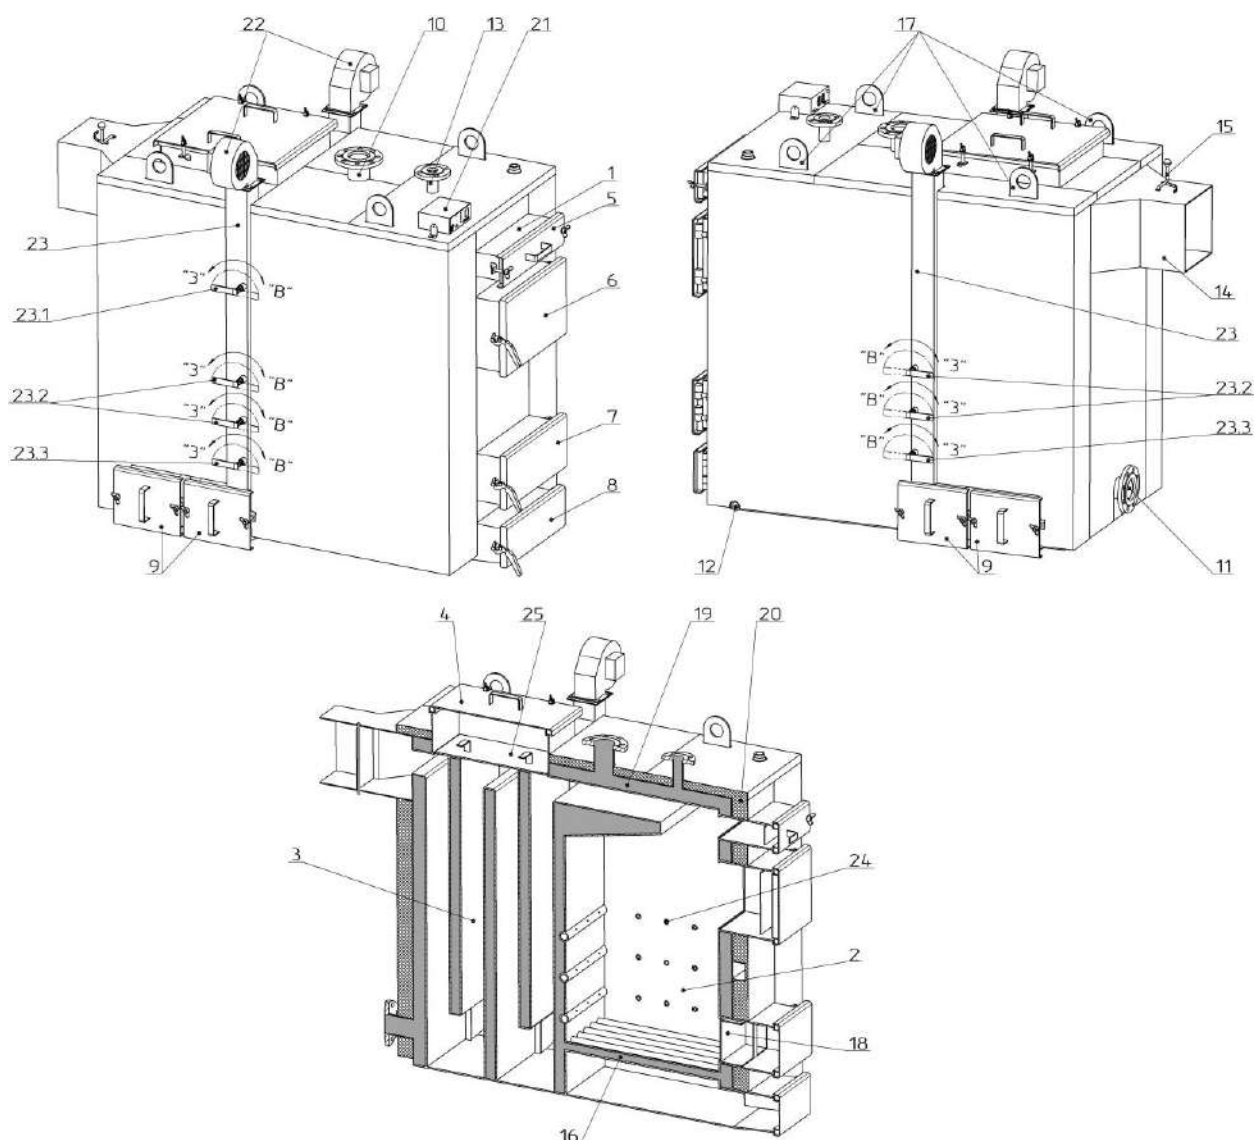

Рисунок 2 - Внешний вид и основные элементы котла
Конструктивно котел представляет собой сборно-сварную конструкцию, состоящую из корпуса (поз. 1, рис. 2) с камерой сгорания (топкой) (поз. 2, рис. 2). Конвекционная часть котла состоит из комбинированного пятиходового теплообменника (поз. 3, рис. 2) - горизонтальной (верхней) полки и четырех вертикальных колодцев.
Корпус котла выполнен в форме параллелепипеда с двойными стенками, которые разделены водными перегородками (поз. 19, рис. 2). На наружной поверхности корпуса под декоративной обшивкой закреплена тепловая изоляция. (Поз. 20, рис. 2).
Топливо для процесса сжигания загружается на колосниковую решетку (поз. 16, рис. 2) через загрузочные дверцы (поз. 6, рис. 2). Колосниковая решетка выполнена из толстостенных бесшовных труб по которым постоянно циркулирует вода из водяной оболочки котла, что делает невозможным их прогорание. Сгорание топлива в топке происходит с участием воздуха, поставляемого по двум каналам подачи воздуха (правым и левым) (поз. 23, рис. 2) приточный вентилятор (поз. 22, рис. 2). Количество воздуха, необходимое для процесса сгорания, регулируется автоматически блоком автоматики управления (поз. 21, рис. 2).
Подводы и отводы теплоносителя осуществляется соответственно через патрубки обратной сетевой воды (поз. 11, рис. 2) и прямой сетевой воды (поз. 10, рис. 2).
Топочные газы выходят в дымоход через боров (поз. 14, рис. 2), расположенный в задней части котла. Боров обустроен встроенным дроссельным клапаном продуктов сгорания - шибером (поз. 15, рис. 2). В случае слишком высокой тяги в дымоходе шибер позволяет ее снизить путем частичного перекрытия выходного отверстия борова.
В верхней части корпуса котла расположен патрубок (в котле 400 кВт - два одинаковых патрубка) для установки предохранительного клапана (поз. 13, рис. 2).
На боковой стенке корпуса в нижней ее части размещен штуцер для слива воды из котла (поз. 12, рис. 2).
Для проведения погрузочно-разгрузочных работ с котлом, в верхней части предусмотрены такелажные элементы (поз. 17, рис. 2).
- на передней стенке котла (поз. 5, рис. 2);
- в верхней части котла (поз. 4, рис. 2);
- на боковой стенке (поз. 9, рис. 2).
- ревизионный дверцы (поз. 7, рис. 2) для периодической чистки колосниковой решетки;
- дверцы зольника (поз. 8, рис. 2) для возможности опорожнения от золы нижней части корпуса котла - зольника.